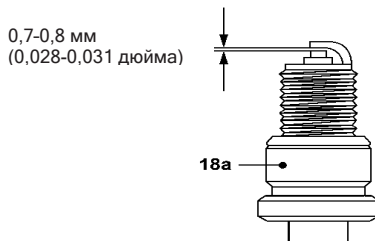

Рис. 32
6. Проверьте зазор свечи зажигания. Он должен составлять 0,7-0,8 мм (рис. 32).
8. При замене свечи зажигания (18а) сначала туго завинтите её вручную, а затем слегка затяните с помощью ключа для свечей зажигания (34).